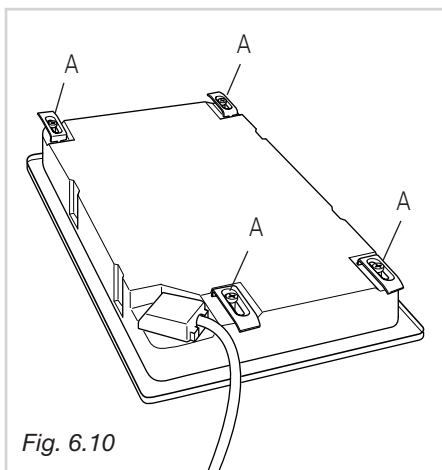
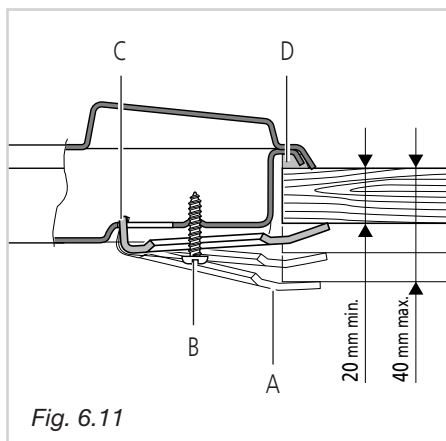

Fig. 6.10
Fig. 6.11
Ogni piano cottura viene corredato di una serie di alette e viti per il fissaggio del piano cottura su mobili con il piano di lavoro di spessore da 2-3 a 4 cm figs. 6.11 (piano 2 elettrico) e 6.12 (piano vetroceramico).
- ✓ Rovesciare il piano cottura e montare le alette "A" (fig. 6.10) negli appositi alloggiamenti, avvitando le viti "B" di qualche giro soltanto. Fare attenzione a montare correttamente le alette come illustrato nelle figure 6.11 e 6.12. Ruotare le alette in modo che non impediscano l'inserimento del piano cottura nello spacco.